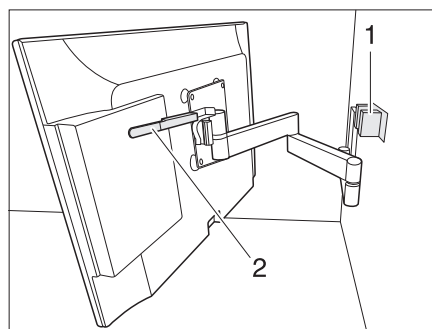

Fig. 104 Soporte con brazo articulado
- Empujar la palanca (Fig. 104,2) hacia abajo para soltar la pantalla plana del dispositivo de retención (Fig. 104,1). Soltar la palanca.